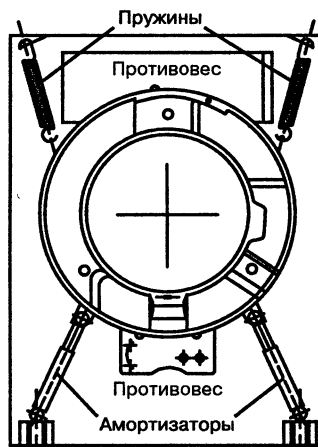

Рис. 10.17. Схема подвески бака машины
Механизм подвески бака и противовесы. Механизм включает в себя пружины, которыми бак крепится к верхней части корпуса, и амортизаторы, соединяющие бак с нижней рамой корпуса. Противовесы, изготовленные из чугуна или бетона, достигают массы 20 кг. Они крепятся к баку. Механизм подвески и противовесы снижает амплитуду колебаний бака при быстром вращении в нем барабана, неравномерно заполненного бельем. Без них машина бы подпрыгивала при отжиме белья (рис. 10.17).
**Механизм подвески бака и противовесы.** Механизм включает в себя пружины, которыми бак крепится к верхней части корпуса, и амортизаторы, соединяющие бак с нижней рамой корпуса. Противовесы, изготовленные из чугуна или бетона, достигают массы 20 кг. Они крепятся к баку. Механизм подвески и противовесы снижает амплитуду колебаний бака при быстром вращении в нем барабана, неравномерно заполненного бельем. Без них машина бы подпрыгивала при отжиме белья (рис. 10.17).
**Барабан.** Он всегда выполняется из нержавеющей стали. Представляет собой перфорированный цилиндр. В машинах с верхней загрузкой укреплены оба конца оси барабана, барабан имеет закрываемый люк для загрузки белья. В машинах с фронтальной загрузкой барабан крепится только на одном конце оси вращения. На внутренних стенках барабана имеются трехгранные выступы, зацепляющие белье при вращении (рис. 10.17).